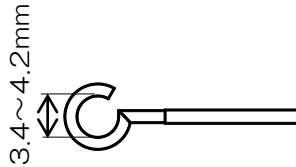

図6. 通信線の先端加工
- (1) 通信線の接続は、通信線配線図（3ページ参照）により正しく行ってください。
- (2) 通信線の接続ケーブルは、図6のように先端を加工して接続してください。